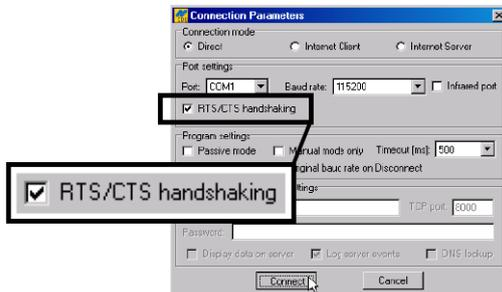

Figura 3-17. Parametri di connessione - Impostazioni di MINTER
3. Nella finestra di dialogo **Connection Parameters**, abilitare **RTS/CTS handshaking** (Figura 3-17).